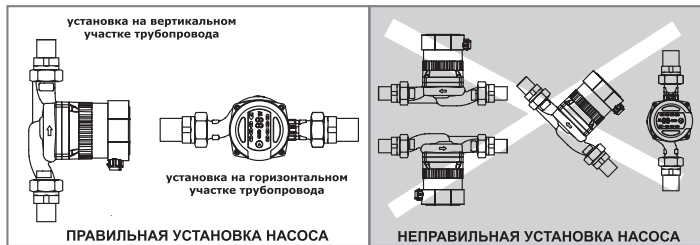

Рис.2 Установка циркуляционного насоса.
6.1.6. Вал двигателя циркуляционного насоса должен располагаться строго в горизонтальном положении (см. рис.2).